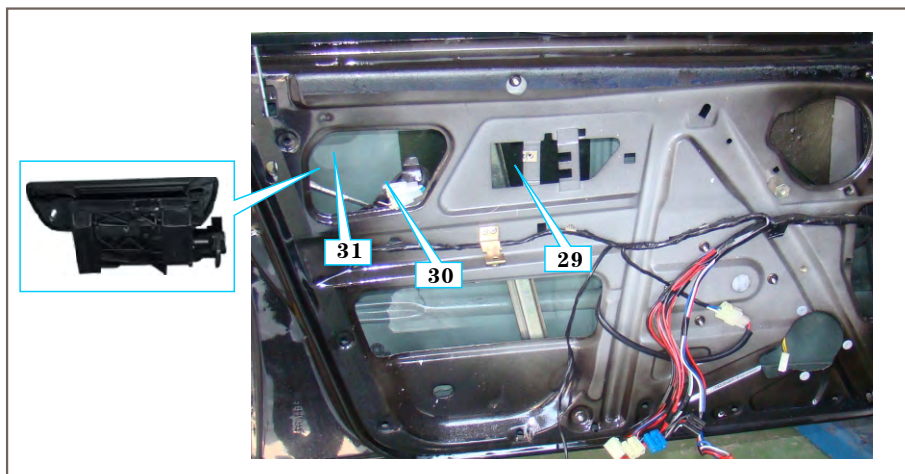

图10-56 装外拉手
②装车门内拉手29、拧紧螺母30装上外拉手。（如图10-56所示）。